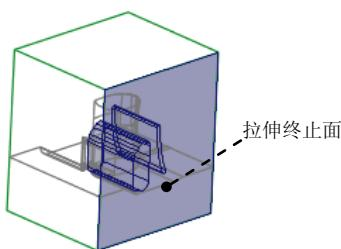
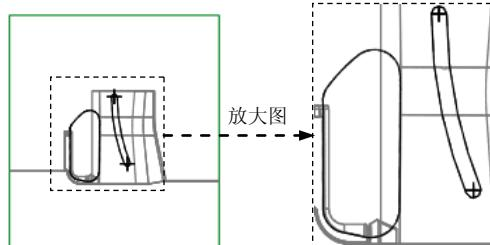

图 17.19 创建拉伸曲面
图 17.20 截面草图
Step3. 通过拉伸的方法创建图 17.19 所示的曲面。
(1) 单击 **分型面** 功能选项卡 **形状** 区域中的 **拉伸** 按钮，此时系统弹出“拉伸”操控板。
(2) 定义草绘截面放置属性。右击，选择菜单中的 **定义内部草绘...** 命令；选择 **MOLD_FRONT** 基准平面为草绘平面，然后选取 **MOLD_RIGHT** 基准平面为参考平面，方向为 **右**。然后单击 **草绘** 按钮。
(3) 进入草绘环境后，利用“投影”命令绘制图 17.20 所示的截面草图。单击“草绘”操控板中的“确定”按钮 。
(4) 设置深度选项。
① 在操控板中选取深度类型 **(到选定的)**。
② 将模型调整到合适的视图方位，选取图 17.19 所示的坯料表面为拉伸终止面。
③ 在操控板中单击 **选项** 按钮，在“选项”界面中选中 **封闭端** 复选框。
(5) 在操控板中单击 按钮，完成特征的创建。
(6) 在“分型面”选项卡中单击“确定”按钮 ，完成分型面的创建。